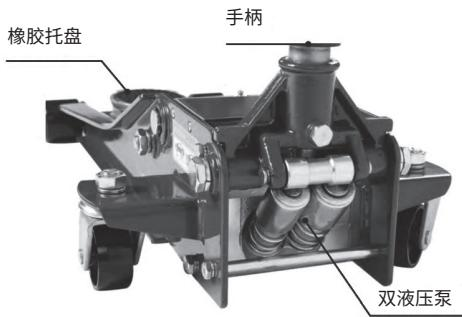

图 1
- 2) 将手柄塞进揿手孔（见图 1）。
- 3) 逆时针方向转动手柄（见图 1），打开回油阀。